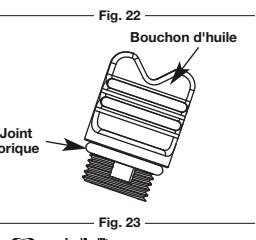

Fig. 22
- Tenez le couvercle du dessus (celui avec les flèches) et tournez la tête de coupe dans le sens des aiguilles d'une montre pour embobiner la ligne sur la bobine jusqu'à ce qu'il ne reste plus que 12,7 cm (5 pouces) de ligne dépassant de chaque côté de la ligne de coupe. (Fig. 22)